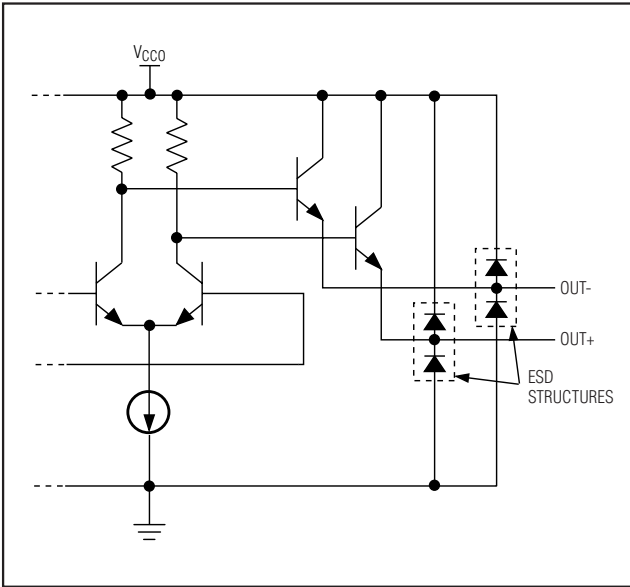

图2. 等效PECL输出电路
数据输出 (OUT+, OUT-) 和信号检测输出 (SD) 均为参考于电源的 PECL 输出，图 2 为输出等效电路。